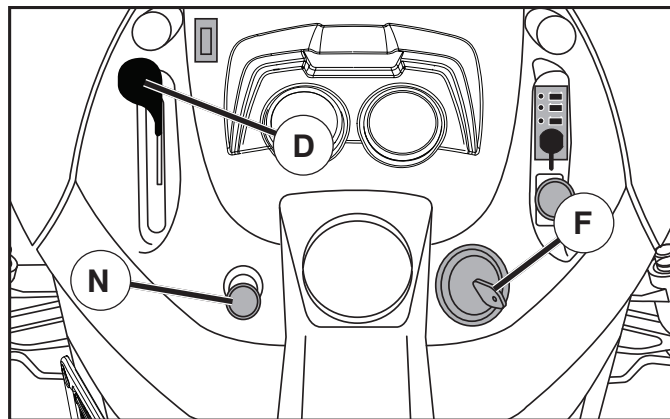

Fig. 19
- Mueva el control de aceleración (D) a la posición lenta.
- Gire la llave de ignición (F) a la posición de apagado "STOP" y remueva la llave al abandonar el tractor para evitar el uso no autorizado.
### PARA USAR EL CONTROL DE LA ACELERACIÓN (D) (Vea Fig. 19)
### PARA USAR EL CONTROL DE ESTRANGULACIÓN (N) (Vea Fig. 19)